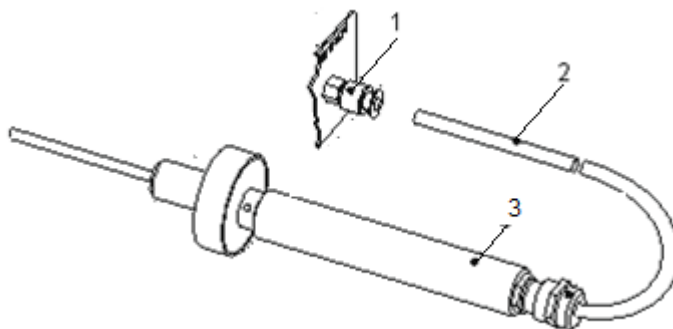
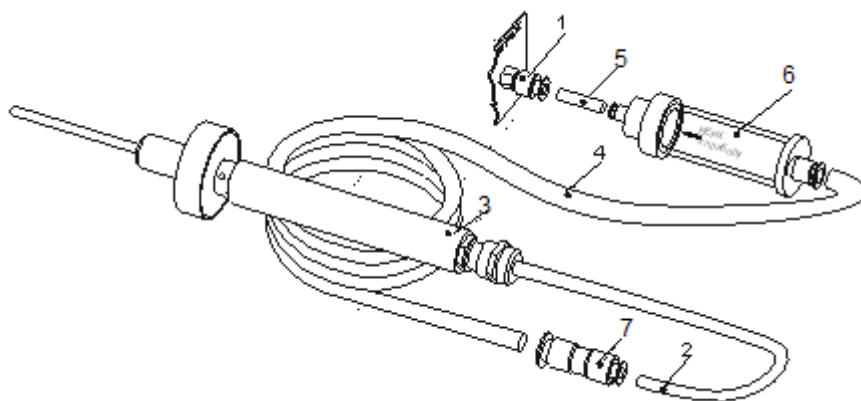

Рис. 1. Схема соединения элементов пробоотборника с газоанализатором
Рис. 2. Схема соединения удлинителя и устройства защиты детектора с газоанализатором
1.1 Отсоедините трубку фторопластовую 2 от штуцера ПРОБА 1 (рис. 1). Соедините устройство (6) со штуцером ПРОБА (1), используя трубку (5) (поставляется с устройством), и с удлинителем (4), трубку 2 соедините с переходником (7) удлинителя (рис. 2).
2.3. Для проверки чистоты устройства с помощью фторопластовой трубки 5 соедините выход устройства с входным штуцером 1 газоанализатора (см. рис. 2), а вход – с фильтром-поглотителем и включите газоанализатор. Если показания ФИД газоанализатора не превышают 5 мг/м^3 , устройство считается пригодным к использованию. Если показания газоанализатора превышают 5 мг/м^3 , следует промыть фильтр повторно и заменить мембрану.